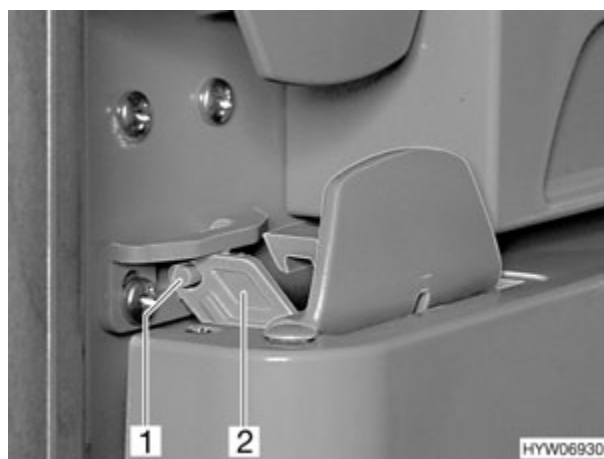

Fig. 125 Porte du réfrigérateur en position de ventilation (variante 3)
- Ouvrir le verrouillage (Fig. 125,2) et l'enclencher à la goupille (Fig. 125,1). La porte du réfrigérateur reste ainsi légèrement ouverte.